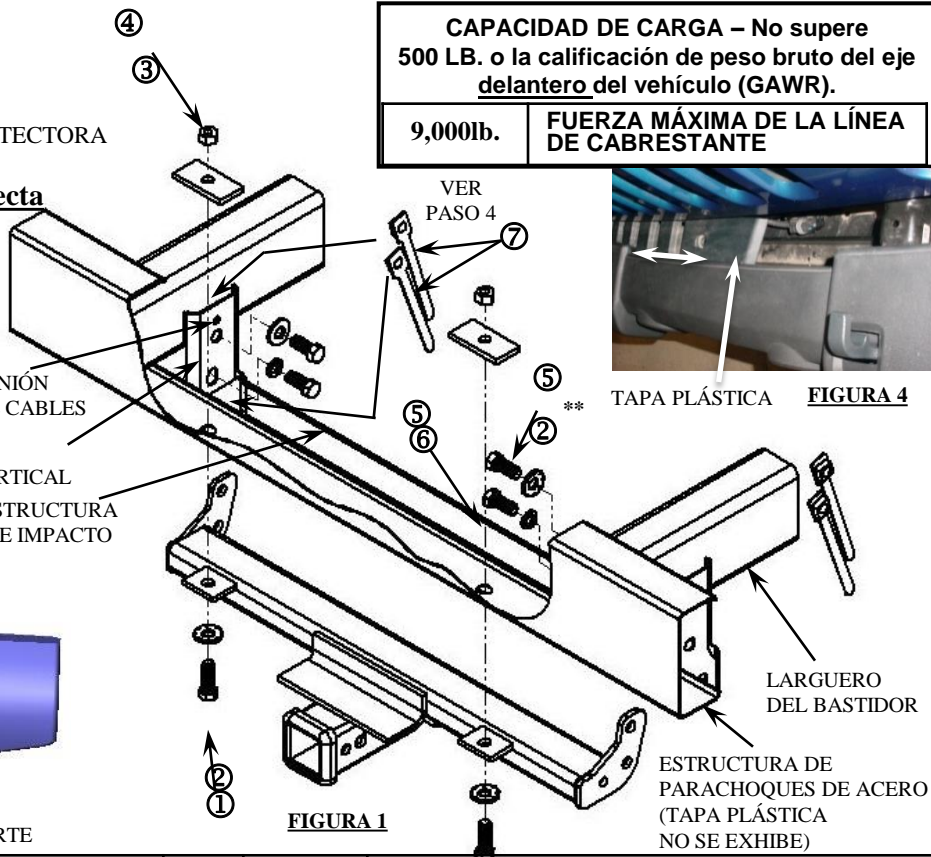

FIGURA 1
- HALE LAS UNIONES DEL ARNÉS DE CABLES EN EL POSTE VERTICAL COMO SE MUESTRA EN LA FIGURA 1.
- DESPLACE EL ENGANCHE A SU POSICIÓN COMO SE MUESTRA EN LA FIGURA 1 Y 3. SIN APRETAR INSTALE TORNILLOS 1 A 4 EN LAS UBICACIONES DEL PARACHOQUES.